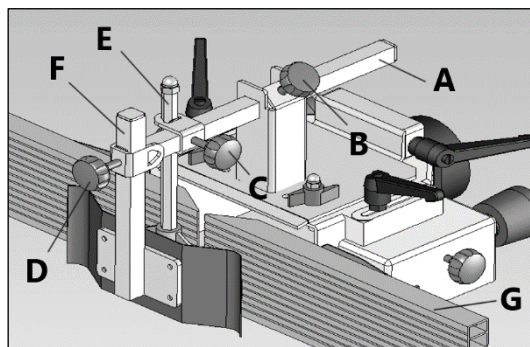

Рисунок 11.
Вставьте квадратный стержень **А** (рис. 11) в крышку кожуха и зафиксируйте его винтом-барашком **В**. Установите вертикальный держатель **Е** на квадратный стержень **А** и зафиксируйте его винтом-барашком **С**. Вставьте передний защитный кожух **Ф** в конец квадратного стержня и зафиксируйте его винтом-барашком **Д**. При правильной установке обрабатываемая деталь плотно прижимается как к столу, так и к упору.
- соедините щечки **Г** упора (рис. 11) вместе так, чтобы края не касались режущего инструмента;